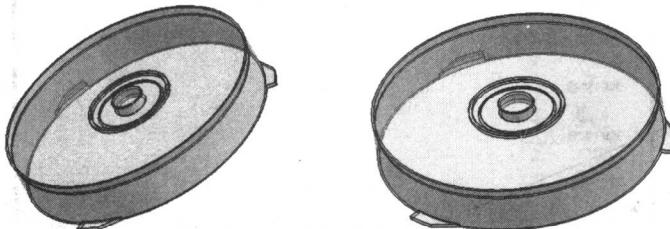

图 2-1 光盘盒上盖产品展示
- (1) 设计任务 光盘盒上盖的产品造型与模具设计。
- (2) 产品三维视图 光盘盒上盖的产品三维视图如图 2-1 所示。